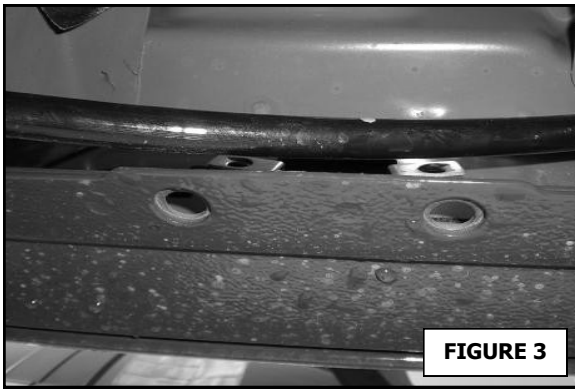

FIGURE 3
3. Loosely attach the front driver side mounting bracket as shown in the schematic below. (Front brackets can be identified by the extra number of mounting slots) (FIGURE 3+4)
3. Fixez le support de montage avant du côté conducteur sans trop le serrer, comme indiqué sur la figure ci-dessous. (Les supports avant peuvent être identifiés grâce au nombre de fentes de montage supplémentaire) (FIGURE 3 ET 4)